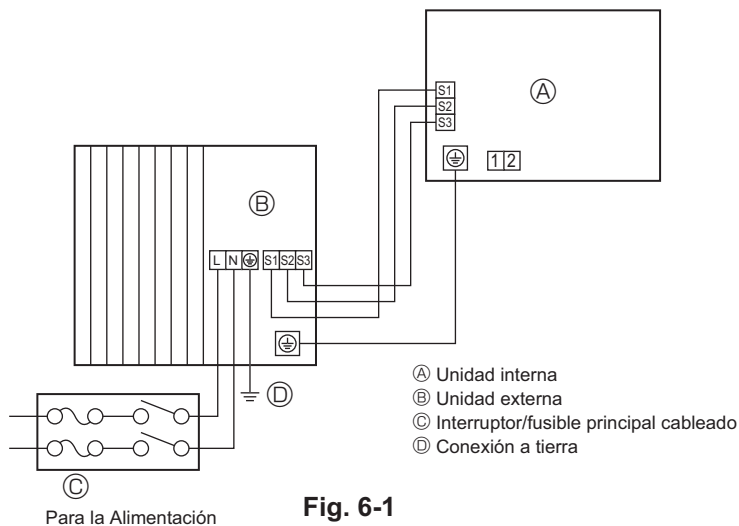
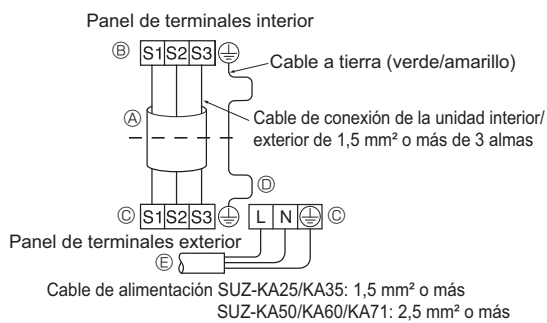
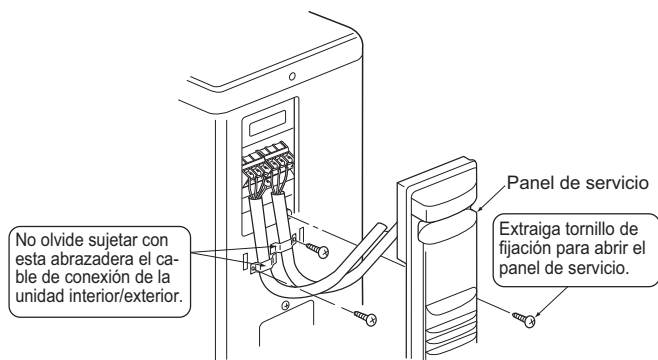
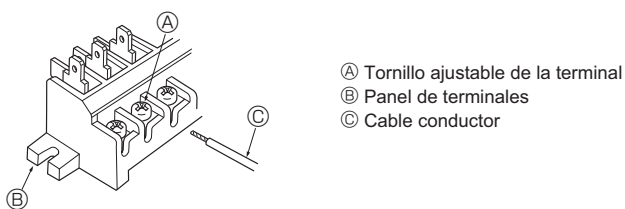

Fig. 6-1
Fig. 6-2
Fig. 6-3
Fig. 6-4
### 6.1. Unidad exterior (Fig. 6-1, Fig. 6-2, Fig. 6-3, Fig. 6-4)
- ① Retire el panel de servicio.
- ② Conecte los cables de acuerdo con la Fig 6-1, Fig 6-2, Fig 6-3 y la Fig 6-4.
- Realice el tendido eléctrico como muestra el diagrama inferior izquierdo (los cables no vienen incluidos). (Fig. 6-2)
- Asegúrese de no realizar un mal cableado. (Fig. 6-4)